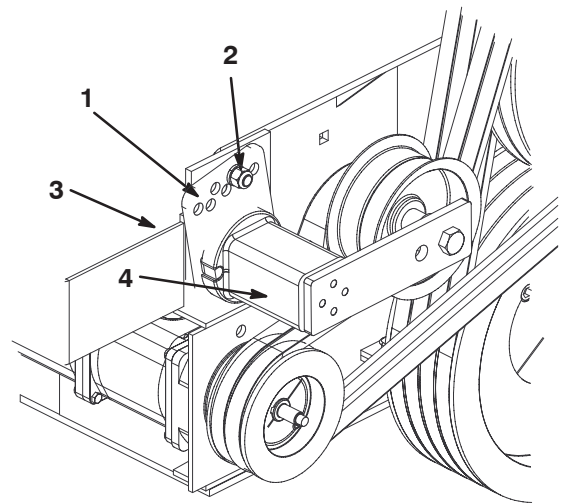

Bild 17
3. Nehmen Sie die Kopfschraube und Mutter ab, mit denen die Spannerführung an der Antriebsbefestigung befestigt ist (Bild 17). Die Riemen Spannung wird gelöst, wenn Sie die Kopfschraube abnehmen.